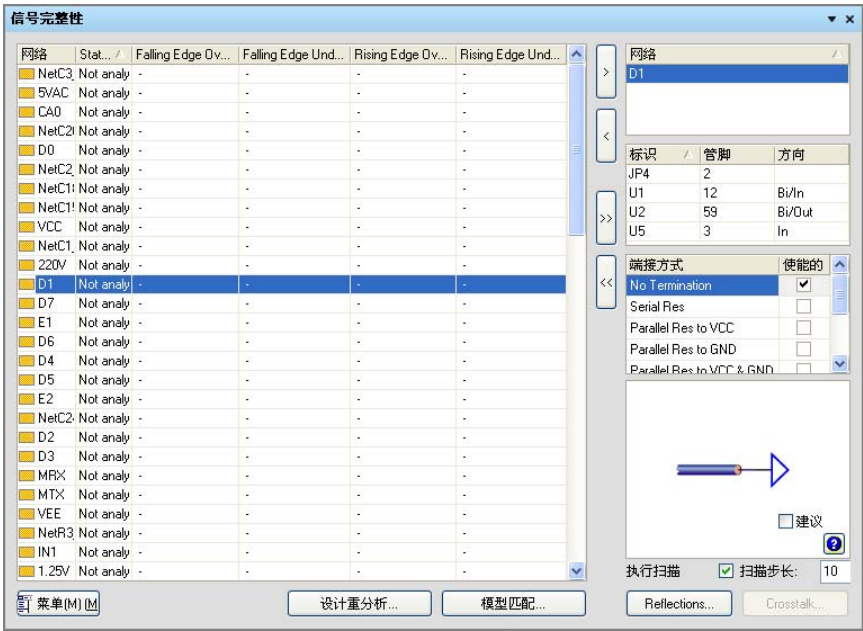

图 13-39 选择 D1 信号
Step3 选择 D1 信号，单击按钮将 D1 信号添加到“网络”栏中，在下面的窗口中显示出与 D1 信号有关的元件 JP4、U1、U2、U5，如图 13-39 所示。